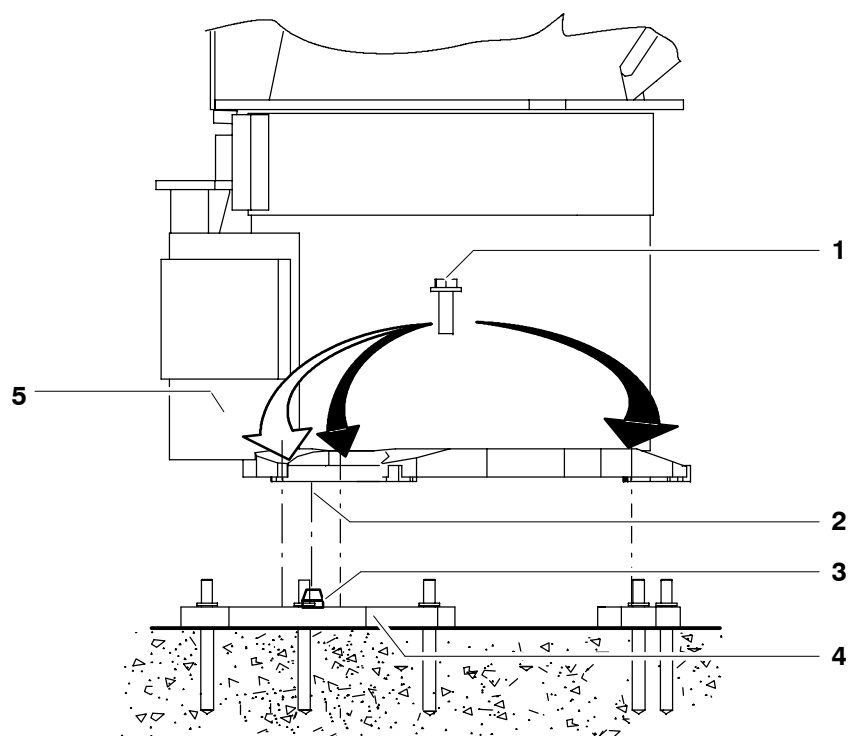

Fig. 49 Montage du manipulateur au sol
- (3) Poser le manipulateur verticalement (Fig. 49/5) sur les plaques de fondation (4) ou la construction en acier. Si le manipulateur est posé à l'aide d'un dispositif de levage, il est impératif qu'il soit exactement à la verticale pour empêcher un endommagement des boulons.